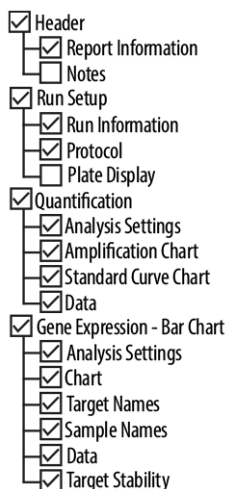

Figure 14: Boîte de dialogue Report (Rapport)
- Assurez-vous que les éléments suivants situés en haut à gauche de la boîte de dialogue Report (Rapport) sont sélectionnés pour la génération du rapport (voir la figure 14) :